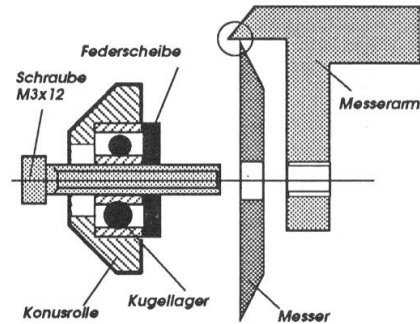

Abb. 10.03
- Zusammenbau in umgekehrter Reihenfolge. Bei der Montage ist darauf zu achten, dass das Messer oben am Anschlag des Messerarmes liegt. (Abb. 10.03, siehe Kreis)